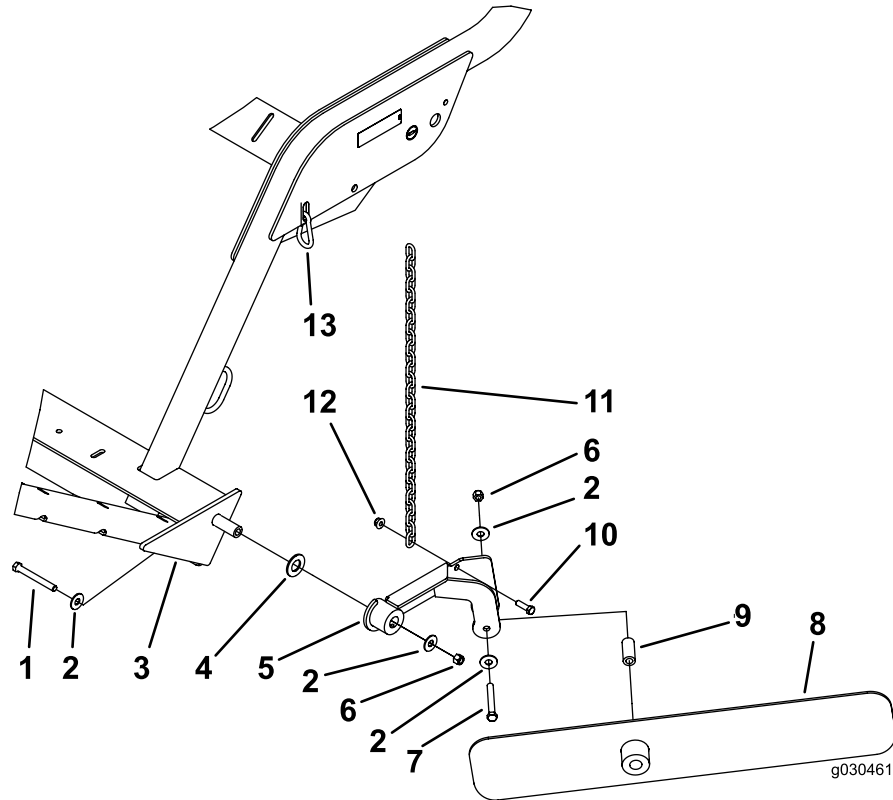

图 16
注意 如图 16 所示固定各组件的位置。
2. 用 1 个螺栓 7/16 x 3/4 英寸、2 个扁平垫圈、1 个隔片和 1 个锁紧螺母 7/16 英寸 将料堆刀片固定到安装组件上。如图 16 所示固定各组件的位置。
3. 用 1 个螺栓 $\frac{3}{8} \times 1\frac{1}{4}$ 英寸 和 1 个凸缘螺母 $\frac{3}{8}$ 英寸 将链条固定到刀片安装组件上 图 16。
4. 用弹簧扣环将链条的另一端安装在机架上的槽中 图 16。